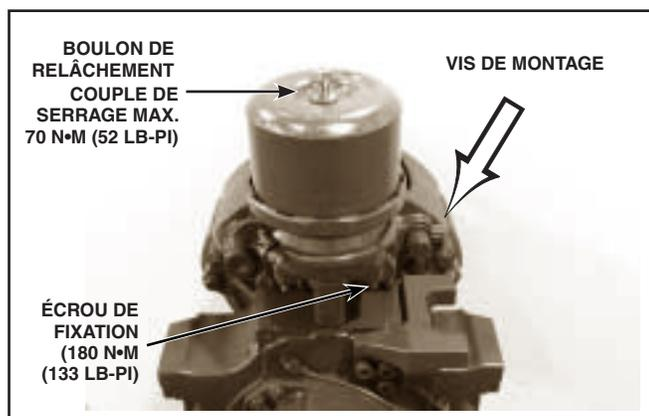

Figure 9 - Chambre de frein arrière (typique)
Voir Figure 9.
3. Installer la chambre de frein sur la bride du frein à disque à l'aide de nouveaux boulons de fixation. Appliquer le couple de serrage indiqué en Figure 9. Utiliser une clé à main. Ne pas utiliser de clé à choc.
7. Appliquer au boulon de relâchement de la chambre de frein le couple de serrage indiqué en Figure 9.
8. La vis de montage doit toujours être montée du côté gauche et du côté droit dans la direction de la conduite (l'avant de l'autobus). Voir Figure 9. S'assurer que la position de l'installation de cette vis de montage est correcte.